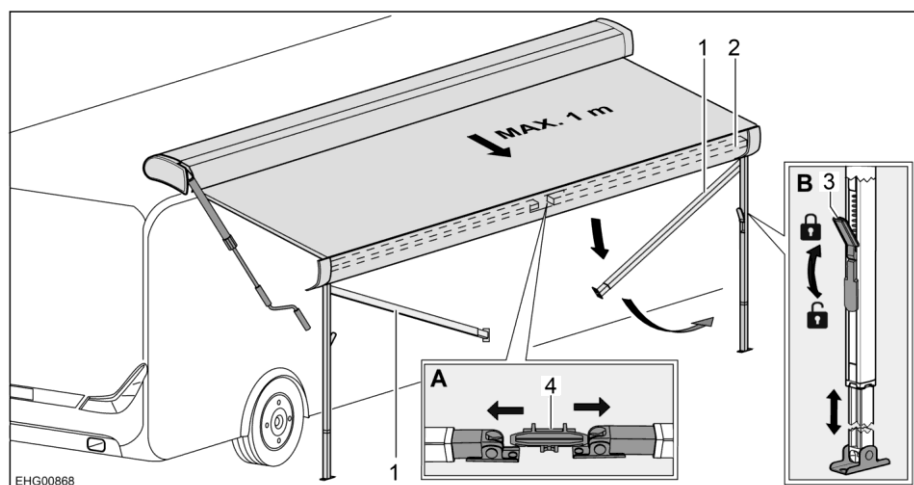

Fig. 46 Preparar los pies de apoyo
- Separar los pies de apoyo (Fig. 46,1) del soporte (Fig. 46,4) en el listón frontal (Fig. 46,2). Para ello, empujar los pies de apoyo ligeramente hacia fuera (Fig. 46,A).
- Soltar los bloqueos (Fig. 46,3) de los pies de apoyo. Para ello, plegar hacia abajo la palanca de bloqueo.
- Extraer la parte inferior de los pies de apoyo a la longitud deseada (Fig. 46,B).
- Cerrar los bloqueos (Fig. 46,3) de los pies de apoyo. Para ello, plegar hacia arriba la palanca de bloqueo.